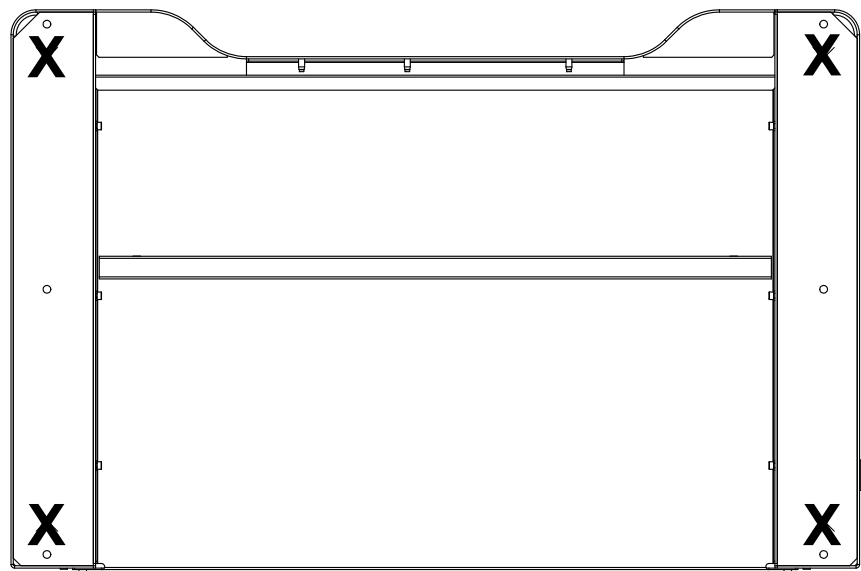

图 25. 机架底面显示机架支脚的位置
7. 找到拆下的机架支脚，以便使用螺栓将机架固定到装运垫板上。拆下机架底座后部的管状支架，并在第 74 页图 25 所示的位置安装机架支脚。